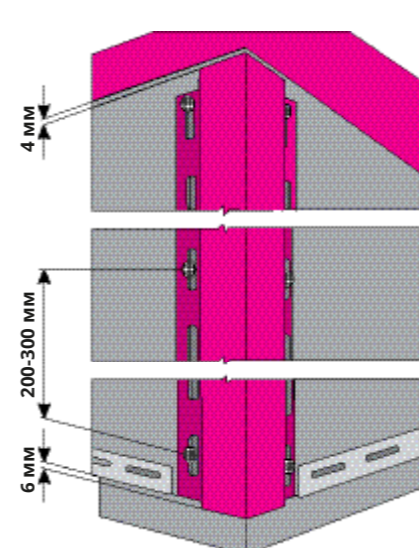

рис. 11
- для монтажа доборных элементов 200-300 мм друг от друга (рис. 11).
Вертикально монтируемые элементы винилового сайдинга: внутренний, наружный угол, Н-профиль вывешивается на двух саморезах в верхних перфорационных отверстиях; финишная планка, околооконная планка, J-фаска, J-профиль широкий, вертикально монтируемый сайдинг вывешивается на одном саморезе в верхнее перфорационное отверстие и висит на нем (рис.11). Все остальные саморезы необходимо фиксировать строго в центр перфорационных отверстий с интервалом 200-300 мм, для вертикально монтируемого сайдинга интервал 300-400 мм. В верхней части вертикально монтируемого элемента винилового сайдинга необходимо оставить зазор для теплового расширения 4 мм. В нижней части, до отлива/отмостки 6 мм. Между шляпкой самореза и панелью/доборным элементом необходимо оставить зазор 1 мм. Виниловый сайдинг, софиты и доборные элементы после монтажа должны быть подвижны.